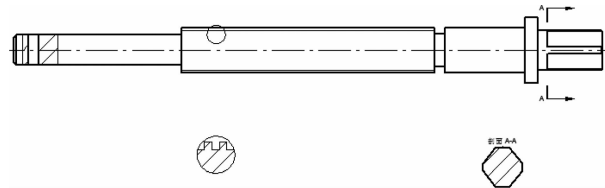

图 9-133 自动创建中心线
(1) 选择【主页】选项卡中【注释】区域中的【自动创建中心线】按钮，系统弹出【自动创建中心线】命令条，单击主视图，系统自动标注中心轴线如图 9-133 所示。